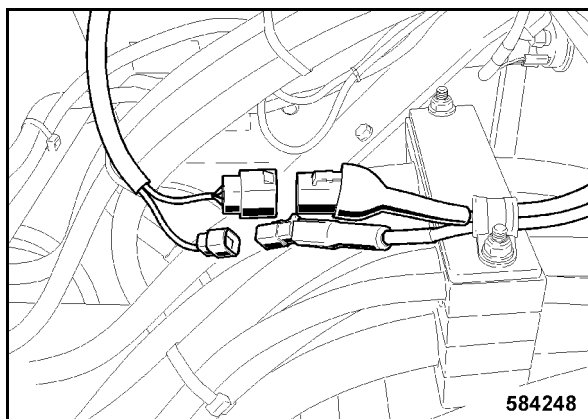

Fig. 221
- Establecer el acoplamiento de enchufes del sistema de aire acondicionado (Fig. 221).